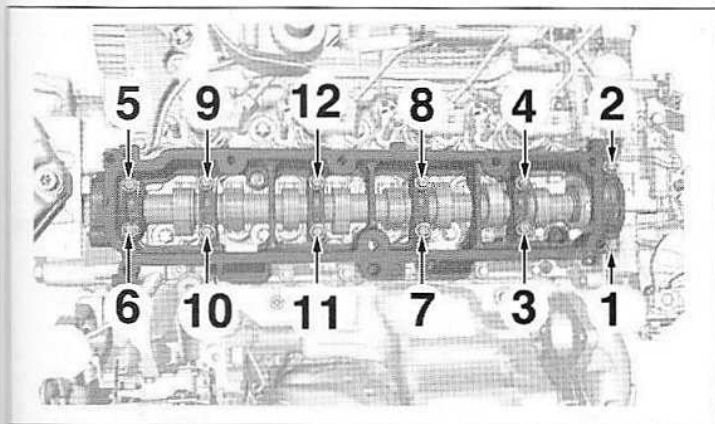

FIG.117
• Déposer les vis de la partie supérieure du carter-paliers en respectant l'ordre préconisé (Fig.117).